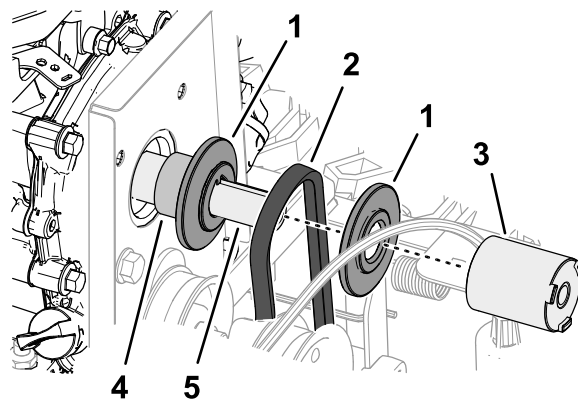

**Figura 49**
1. Coloque la correa de tracción entre la rueda de fricción y la polea de tracción, e introdúzcala en la máquina (**Figura 49**).